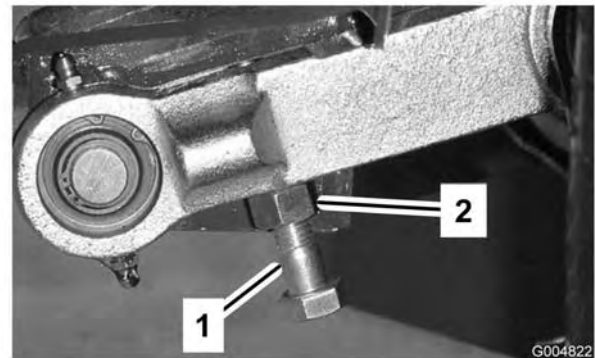

Bild 25
3. Sie können den Abstand mit der Einstellschraube am hinteren Gelenkverbindungsstück des Mähwerks einstellen (Bild 25). Lösen Sie die Klemmmutter an der Einstellschraube.